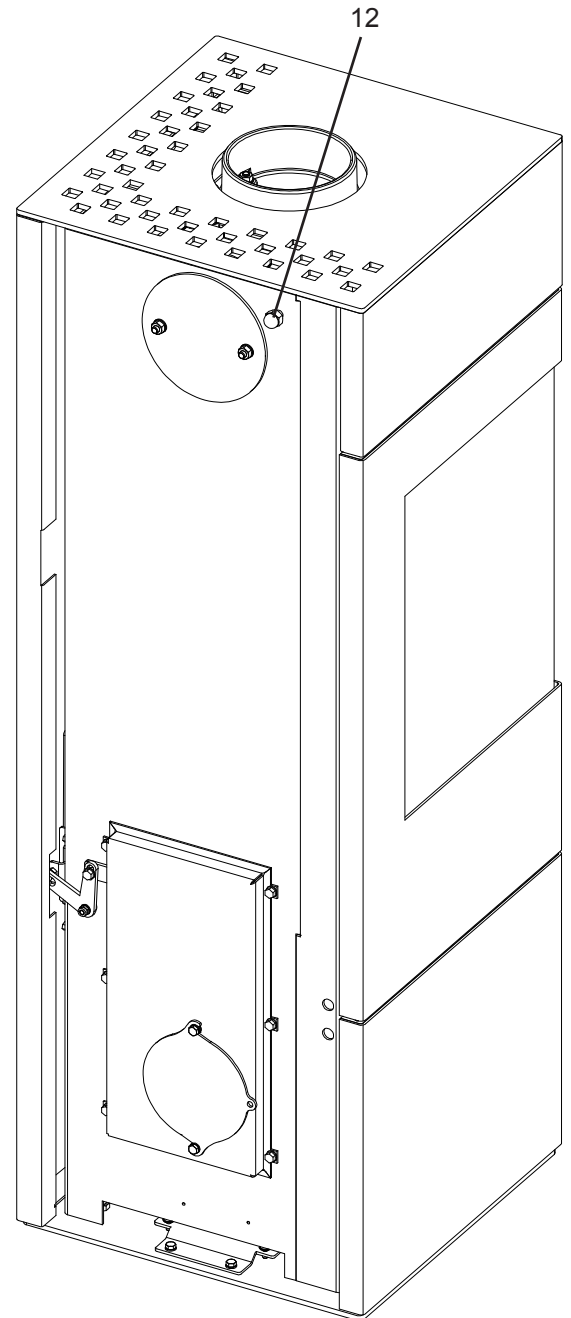

Fig.12
- De temperatuursensor (positie bevestiging aan de achterzijde van het apparaat zie Fig.12) zoals beschreven in het hoofdstuk “Algemene montageschappen”, stappen 4+5, monteren.